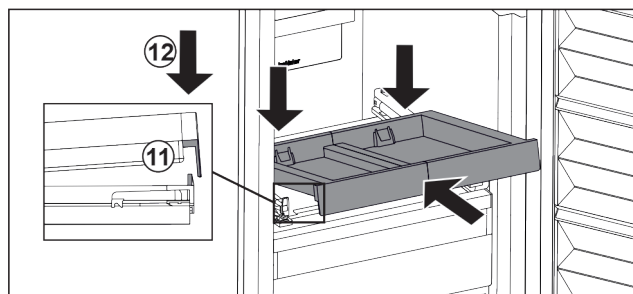

Fig. 122
- L'insérer en l'inclinant. Veiller à ce que, des deux côtés, la butée soit derrière la languette. Fig. 122 (11)
- Déposer le compartiment coulissant par l'avant. Fig. 122 (12)